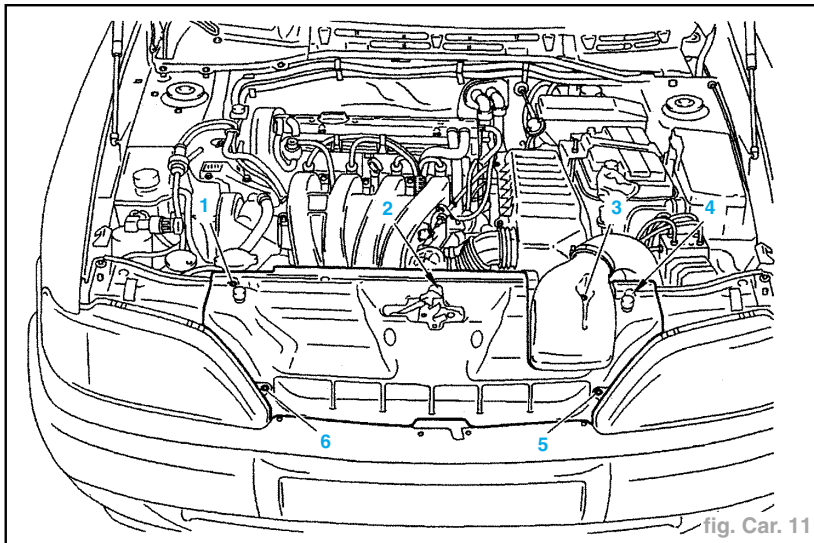

fig. Car. 11
- Déposer (fig. Car. 11) :
- les vis (1), (2), (4), (5) et (6),
- la vis (3), soulever la prise d'air,